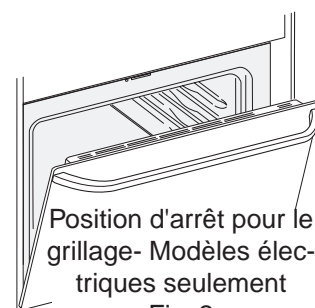

Fig. 2
6. Placez la lèchefrite sur la grille au centre du four, directement en dessous de l'élément grill. **MODÈLES À GAZ: Assurez-vous que la porte du four est fermée. MODÈLES ÉLECTRIQUE: Assurez-vous que la porte du four est ouverte à la position d'arrêt pour le grillage (fig. 2).**